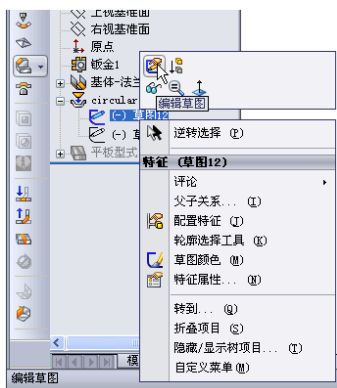
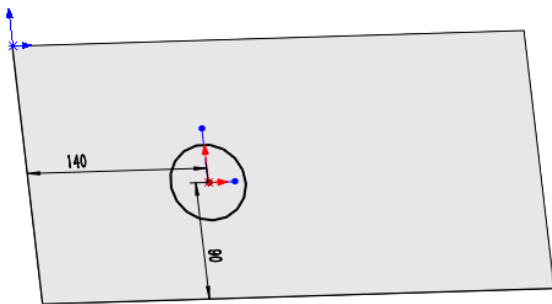
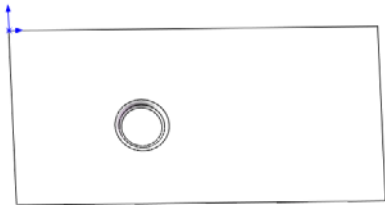

图 8-3 编辑草图
图 8-4 标注成形特征位置尺寸
图 8-5 生成的成形特征
(3) 随意拖放的成形特征可能位置并不一定合适，右击图 8-3 所示的编辑草图，然后为图形标注尺寸，如图 8-4 所示。最后退出草图，如图 8-5 所示。